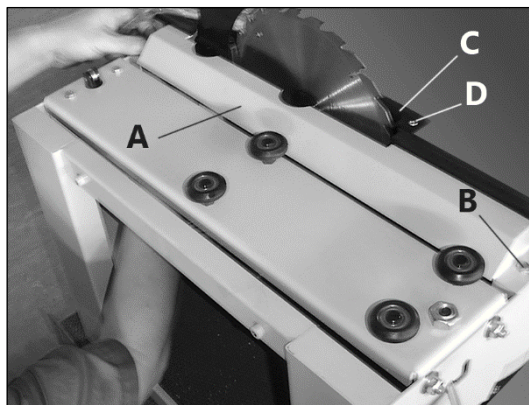

Рисунок 15.
- откройте боковую панель корпуса, чтобы снять накладку **A** (рис. 15), открутив два болта **B**, для доступа к внутреннему кожуху пильного диска и расклинивающему ножу;
- прикрутите накладку **A** (рис. 15) и установите подвижный стол;
- Отведите подвижную панель до упора и открутите два болта **B**, чтобы снять накладку **A** (рис. 15) и получить доступ к пильному диску и расклинивающему ножу.